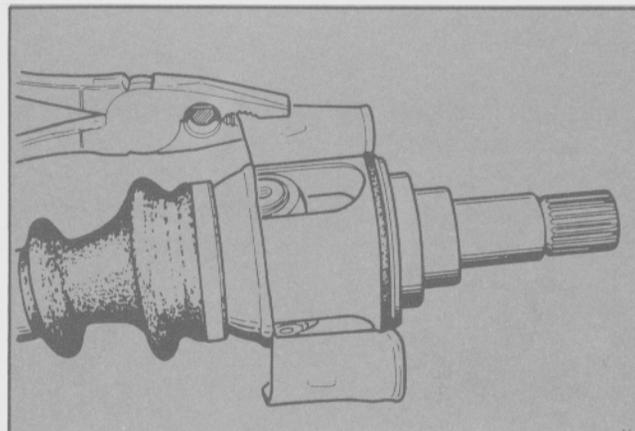

Fig. 72 - Extracción de la tapa.
- Realizar un corte longitudinal sobre el capuchon o tapa metálica, cuidando de no dañar las zonas maquinadas del semieje. Abrir por el corte hasta desprender (Fig. 72).